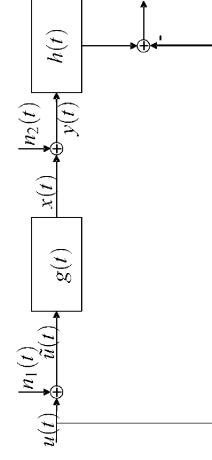

Bild 10: Das System mit Wiener Filter
- e) Die Abbildung 10 zeigt den Aufbau.